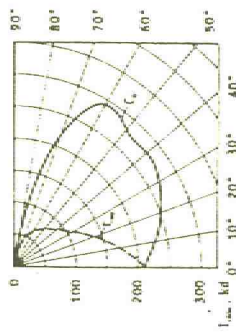

Рис.2
- 2.1. Распределение силы света светильников показано на рис.2. Тип кривой силы света в горизонтальной плоскости –осевая, в вертикальной плоскости – широкая.